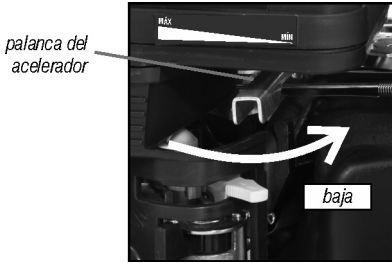

Fig. 24 – Apagando el motor
- a. Disminuya la rotación del motor, moviendo la palanca del acelerador para la posición baja (MÍN) (fig. 24);